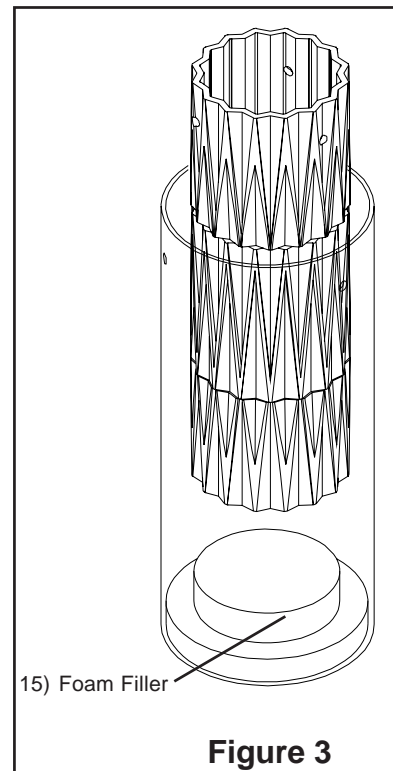

Figure 3
2. Set Foam Filler (15) on a flat surface and place Clear Glass Shade (13) over the Foam Filler. Take Colored Glass Shade (12) and center inside Clear Glass Shade (13) aligning holes for three Screw-In Pins. See Fig. 3.
2. Coloque el Relleno de Espuma (15) en una superficie plana y coloque la Pantalla de Cristal Transparente (13) sobre el Relleno de Espuma. Tome la Pantalla de Cristal de Color (12) y céntrela dentro de la Pantalla de Cristal Transparente (13) alineando los agujeros para las tres Clavijas de Enrosque. Vea Fig. 3.